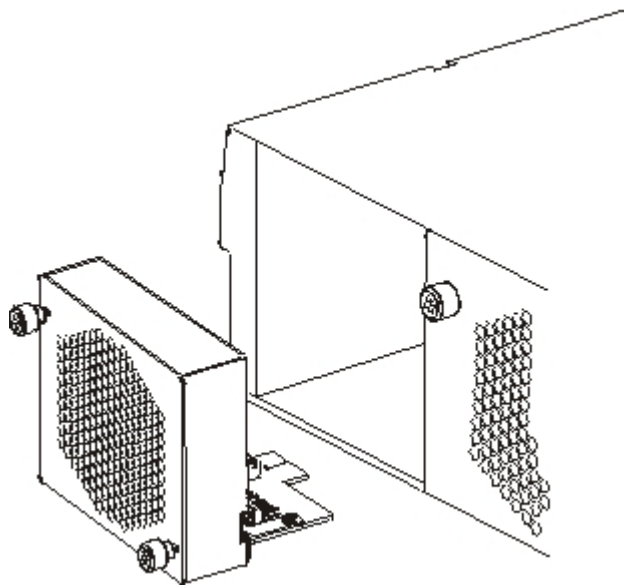

Figura 15. Removendo o Módulo de Ventilador em um Dispositivo do Tipo 7199
5. Remova o módulo de ventilador, conforme ilustrado na Figura 15.